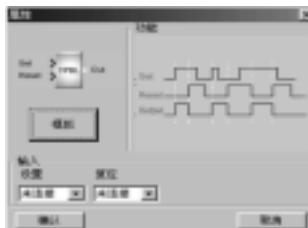

图 4.8 属性设置对话框
2. 出现的属性对话框, 如图 4.8 所示, 根据需要分别设定各项内容, 您也可以点击“模拟”来观察该功能块的动作过程。